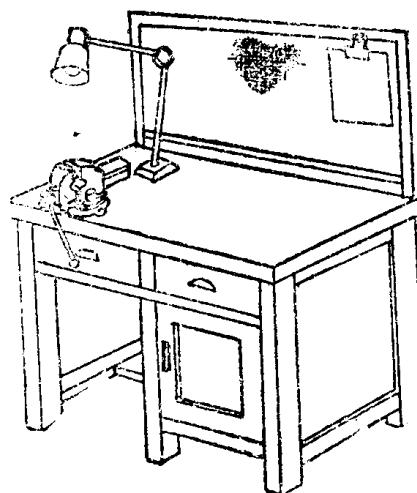

图 1-1 钳台
(1) 钳台 钳台(见图1-1)也称为钳桌，是铣工操作用的专用工作台。钳台面上用于安装台虎钳、放置工具和工件等。